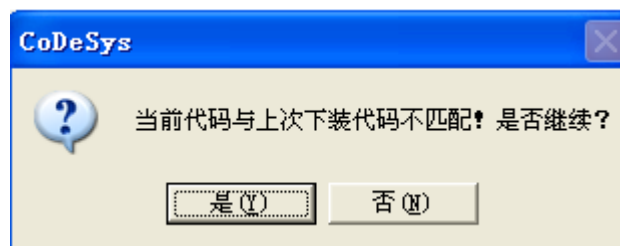

图 2-3-19 创建启动工程
- 在线[O]/创建启动工程[C]: 将下载到 PLC 中的工程作为 PLC 运行的默认工程。所谓启动工程, 是指保存在 PLC 的 flash 中且上电后可以运行的用户程序。如果创建启动工程的代码与上次下载的代码不同, 系统会给出相应提示: “当前代码与上次下载代码不匹配! 是否继续?”, 如图 2-3-19 所示。一般情况选择“是”, 从而创建启动工程。在离线模式下, 将会产生*.ri 文件。创建启动工程与登录及下载的区别, 请参见 8.3.3 章节。